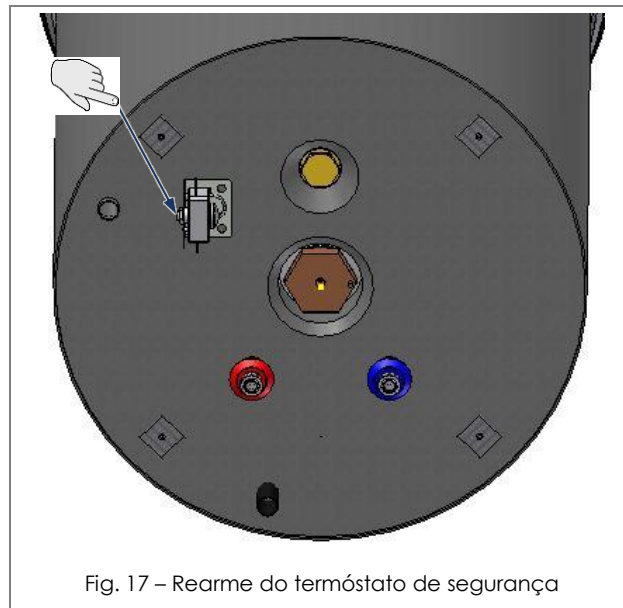

Fig. 17 – Rearme do termóstato de segurança
- Restabelecer manualmente o termóstato de segurança (Fig. 17);